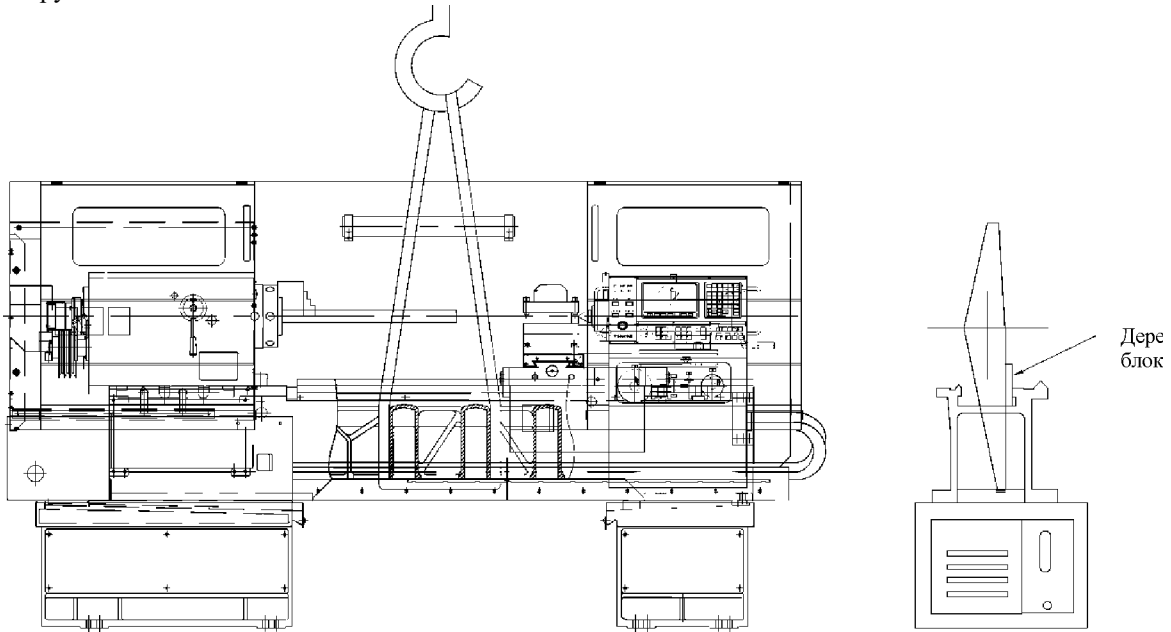

Рисунок 17 Схема строповки станка
Если станок транспортируется без коробки, то схему строповки смотрите на Рисунок 17 Схема строповки станка
2. продеть через внутренние ребра-перемычки станины станка стальной строп (чалку) длиной 2 метра и грузоподъемностью 5 тонн. Запрещается цеплять станки с РМЦ>750 мм за одно ребро на станине. Концы стропа должны находиться с разных сторон прутка. (см Рисунок 17 Схема строповки станка), для предотвращения опрокидывания станка. Запрещается вставлять пруток в заднюю бабку, это может привести к задирам на конусе пиноли.